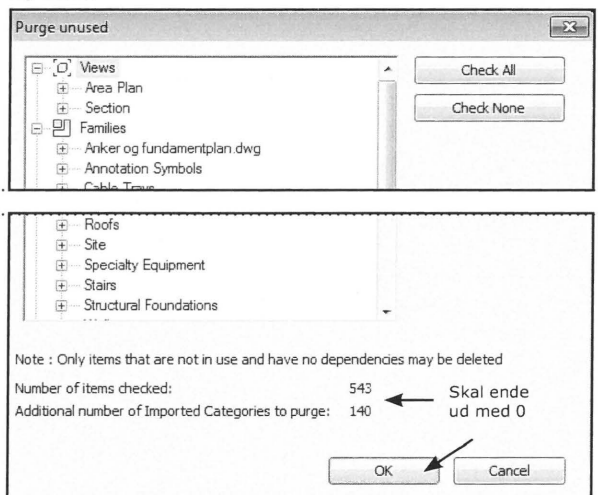

Fig. 16.34.
- Klik *OK* (Fig. 16.34).
- Klik igen *Purge Unused* og *OK* indtil der står 0 i dialogboksen på Fig. 16.34.